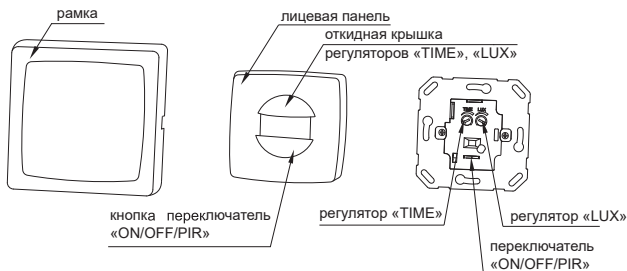

Рисунок 26 – Монтаж ДД 044
4.2.6 Монтаж и подключение ДД 044 (рисунок 26):